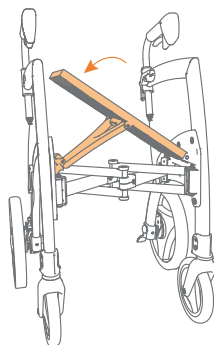

Figure 15: Poussez le siège vers le bas jusqu'à ce que vous entendiez un "clac".
- Poussez le siège vers le bas jusqu'à ce qu'il se fixe en place. Important : le siège n'est pas sécurisé tant que vous n'avez pas entendu clairement un "clac" (**Figure 15**).